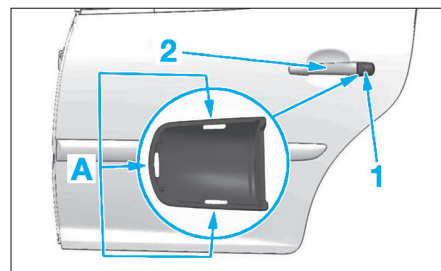

Fig. 70
- Déposer le cache (1) en A (Fig.70).